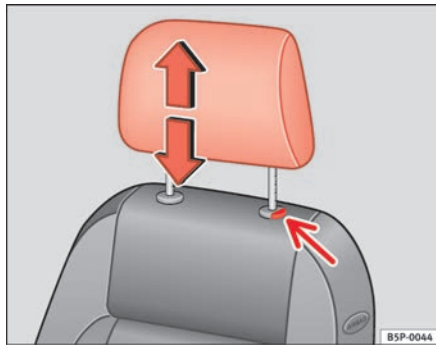

Abb. 66 Kopfstützen einstellen oder ausbauen
- Drücken Sie die Taste ⇒ Abb. 66 (Pfeil).